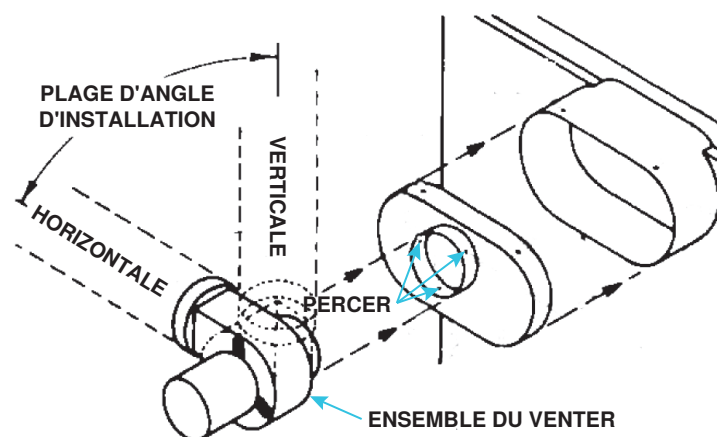

Figure 4. Installation de l'ensemble du venter
3. Installer l'ensemble du venter (voir Figure 4) :